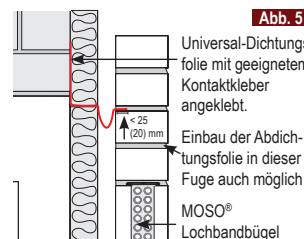

Abb. 5
- Ein Folieneinbau oberhalb des Sturzes ist zulässig, wenn die Einbindetiefe der Folie nicht mehr als 25 mm (bei 11,5 cm Verblender) bzw. 20 mm (bei Verblender < 11,5 cm) beträgt (siehe Abb. 5).